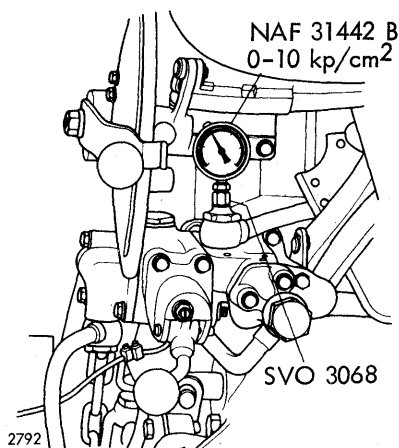

Fig. 32.
1. Tilslut et manometer med måleområdet $0-10 \text{ kp/cm}^2$ som vist i fig. 32.